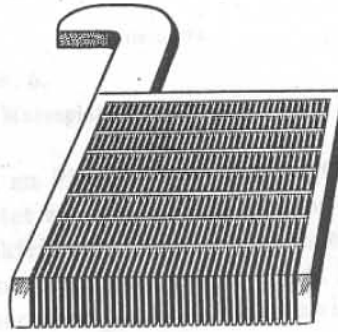

Abb. 4
42. **Großoberflächenplatten** (Abb. 4) sind Platten, deren Bleigerüst durch Rippen sehr fein unterteilt ist, so daß die mit der Sammlerflüssigkeit in Berührung kommende Oberfläche sehr groß ist. Die wirksame Masse wird bei der Herstellung nicht zusätzlich eingepreßt, sondern durch ein besonderes elektrochemisches Verfahren (Formieren) aus dem Blei der Plattenrippen selbst erzeugt. Großoberflächenplatten besitzen eine sehr große Lebensdauer, da etwa abfallende Masse stets selbsttätig durch neue ersetzt wird, die sich beim Laden aus den Bleirippen neu bildet. Wegen ihres hohen Gewichts werden derartige Platten fast nur in ortsfesten Batterien eingebaut.